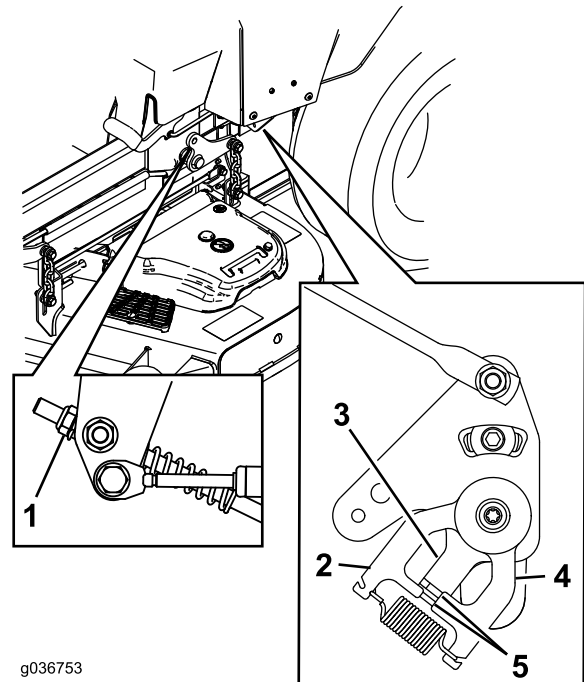

Figura 104
11. Ajuste la longitud de las varillas de control de las bombas girando la tuerca en el sentido apropiado, hasta que las ruedas se muevan ligeramente en marcha atrás (Figura 104).